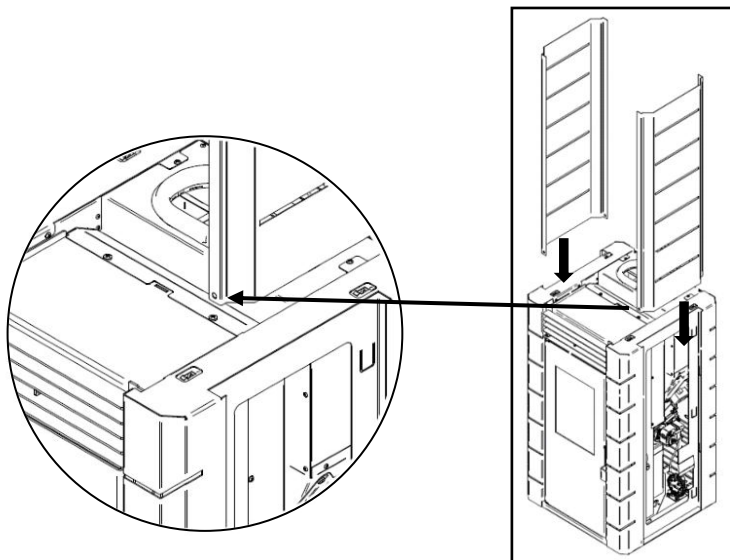

Figura 25 - Colocação envolventes laterais
g) Para os modelos Kili e Pico é necessário realizar um conjunto de tarefas intermédias antes de colocar o tampo. Nos modelos com laterais em chapa pintada e revestimento em pvc resistente a alta temperatura (imitar madeira ou tecido), deve-se encaixar estas no sentido descendente nos rasgos que se encontram nas laterais estruturais do equipamento (Figura 25).